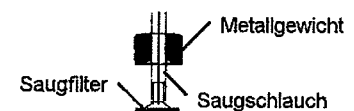

Abb. 3 Saugfiltermontage
- Schlauchverbindung von Saugseite des Dosiergeräts zum Vorratsgebilde herstellen. Ansaugsieb und Gewicht an dieser Verbindung montieren. (Abb.3)